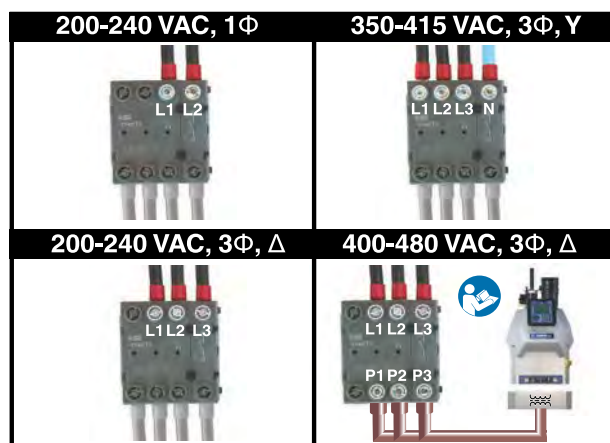

図 14
7. 図 14 のように設置します。すべてのモデルで、4本のワイヤーすべてを使用するわけではありません。